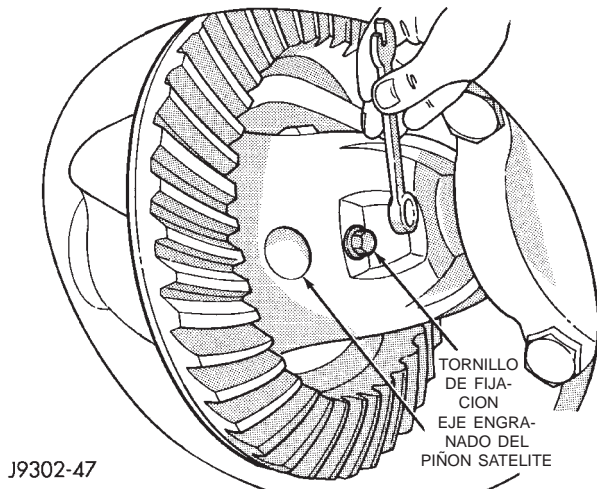

Fig. 65 Tornillo de fijación del eje engranado
(4) Retire el tornillo de fijación de eje engranado del piñón satélite (Fig. 65).